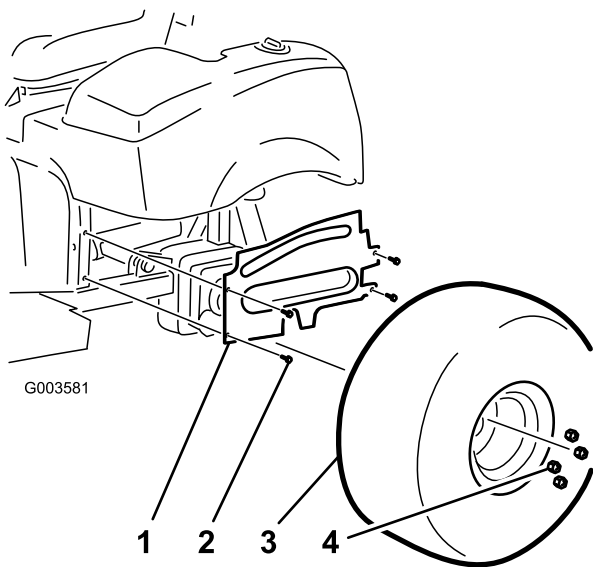

Figure 5
4. Retirez les 4 boulons à embase qui fixent le carénage de la roue gauche au bâti (Figure 5). Déposez le carénage et les fixations et conservez-les.